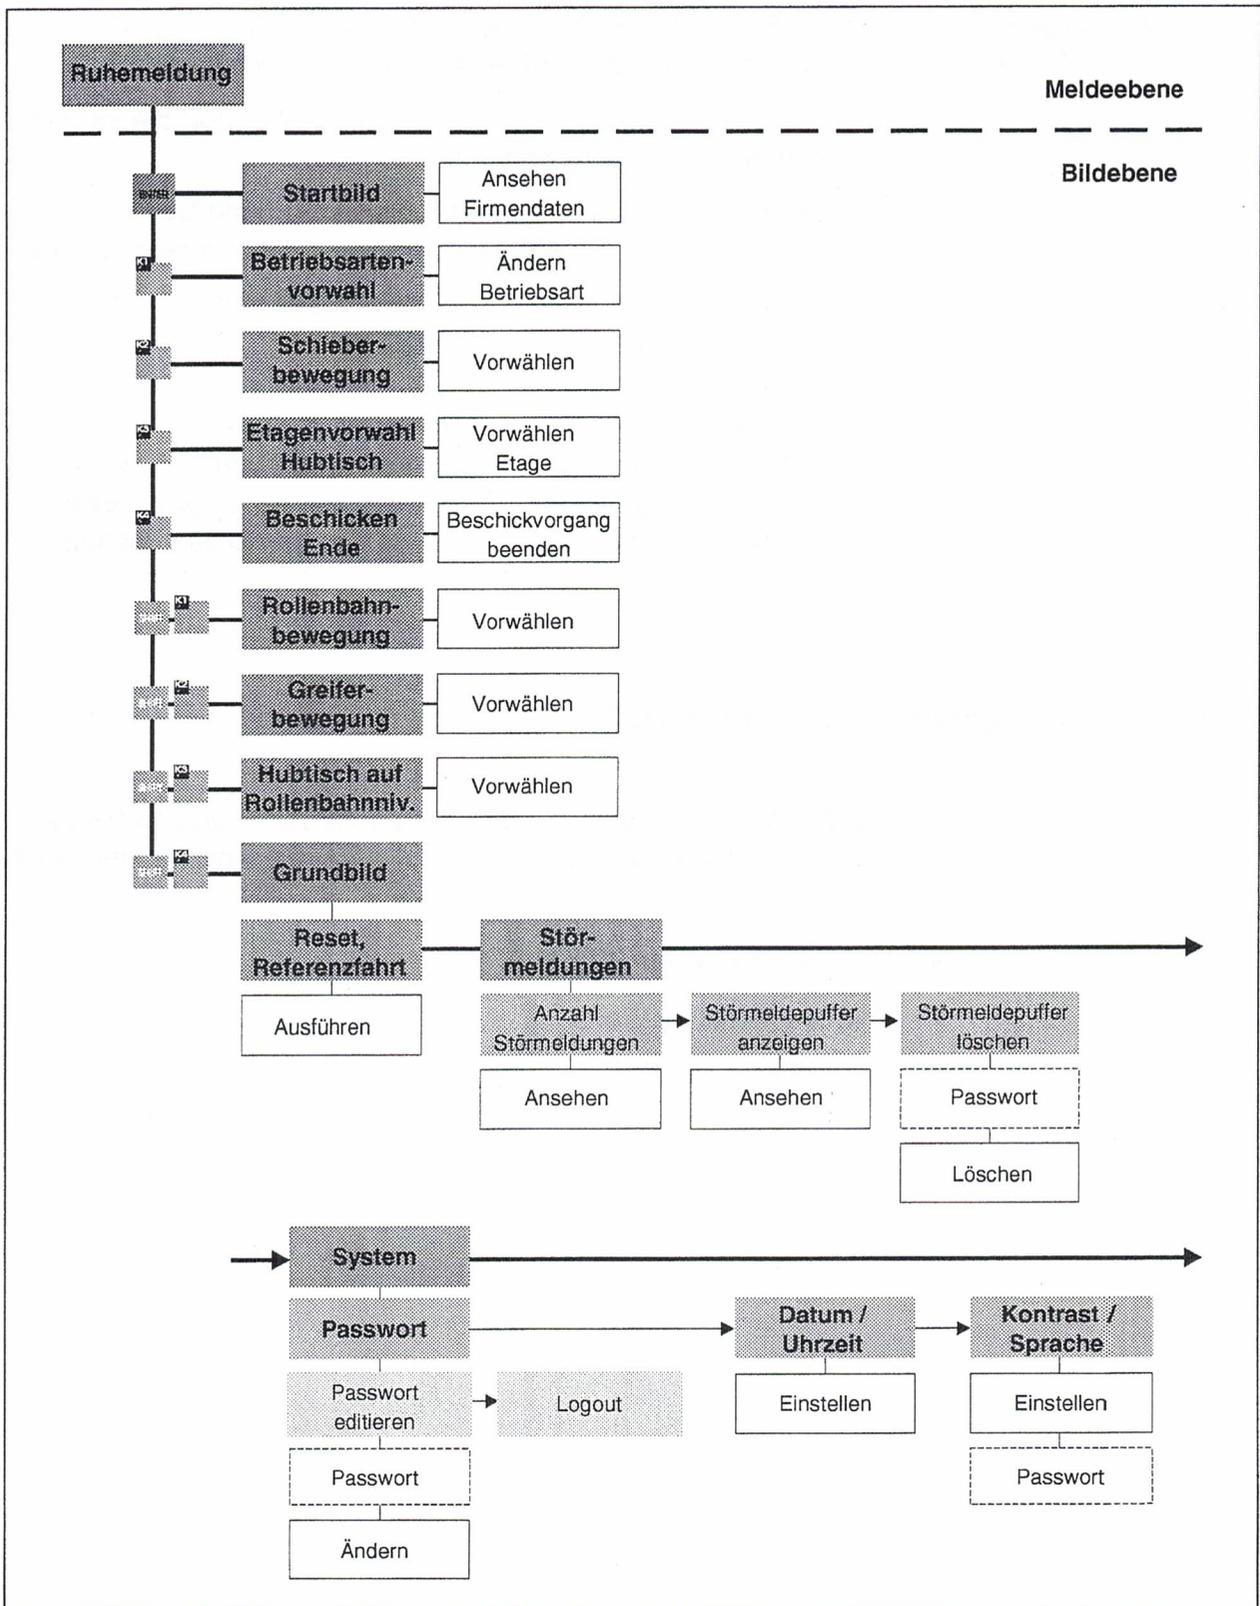

Abbildung 1-8 Bildhierarchie: Übersicht
**Bildhierarchie** Abbildung 1-8 zeigt in einer Übersicht die Verknüpfung der einzelnen Bilder. Detailinformationen zu Funktionen und Bedienung der für Sie wichtigen Bilder finden Sie in den in Tabelle 1-5 aufgeführten Kapiteln.